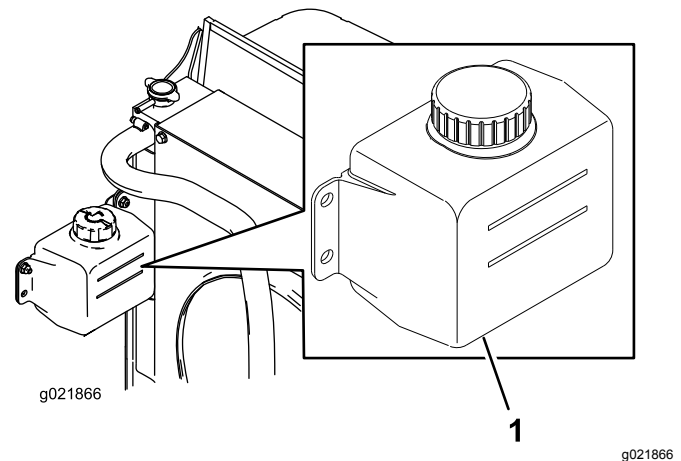

Figura 16
1. Compruebe el nivel de refrigerante en el depósito de expansión (Figura 16).